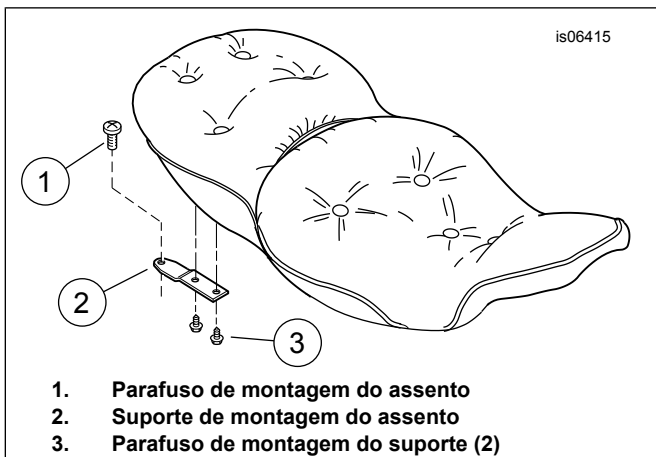
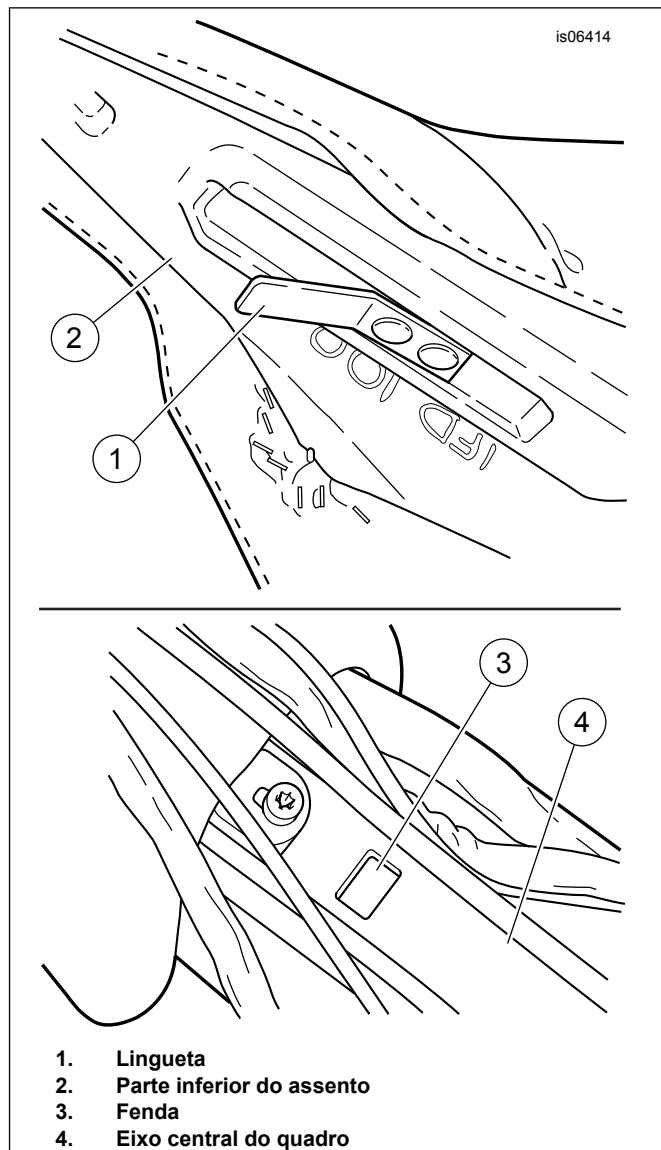

Figura 1. Suporte de montagem traseiro do assento
Figura 2. Montagem dianteira do assento
4. Veja Figura 1 Remova o parafuso (1) para soltar o suporte de montagem traseiro do assento (2) do para-lama traseiro.
5. Veja Figura 2. **Para modelos com Tour-Pak, mas SEM alto-falantes traseiros: Para modelos com Tour-Pak E alto-falantes traseiros: Para modelos SEM Tour-Pak:** Deslize o assento para trás para soltar a lingueta (1) na parte dianteira do assento da fenda (3) no eixo central do quadro (4) e remova o assento do quadro.
- Deslize o assento para trás **ligeiramente** para soltar a lingueta (1) na parte dianteira do assento da fenda (3) no eixo central do quadro (4) e remova o assento do quadro.
6. Veja Figura 1 Remova os dois parafusos (3) para soltar o suporte de montagem traseiro (2) da parte inferior do assento.
4. Veja Figura 2. **Para modelos SEM Tour-Pak:** Empurre com firmeza a parte dianteira do assento para baixo e para trás até que a lingueta (1) se encaixe na fenda (3) no eixo central do quadro (4). **Para modelos COM Tour-Pak:** *NOTA para modelos COM ALTO-FALANTES TRASEIROS: Se necessário, peça para que um assistente fique atrás da motocicleta e segure o Tour-Pak com firmeza. Afrouxe ou remova os parafusos que prendem a parte inferior do Tour-Pak ao trilho do suporte. Tome cuidado para não puxar o Tour-Pak de volta o suficiente para começar a puxar os fios pelos ilhós, pois os fios podem ficar danificados. Peça ao assistente para deslizar de volta e com cuidado o Tour-Pak solto LIGEIRAMENTE e segurá-lo nessa posição até que o novo assento seja instalado.*
- c. Use a outra mão para empurrar com firmeza a parte dianteira do assento para baixo e para trás até que a lingueta (1) se encaixe na fenda (3) no eixo central do quadro (4).
7. Veja Figura 1. Instale o parafuso (1) através do furo do suporte de montagem do assento e através da porca de retenção, e aperte com torque de 2,3–4,5 N·m (20–40 in-lbs).